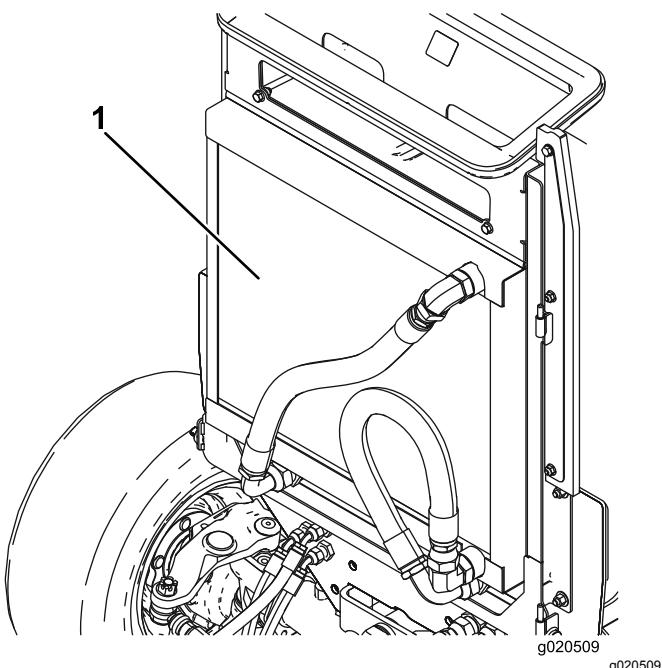

図 76
3. オイルクーラーとラジエターの裏表を 図 76 圧縮空気で丁寧に清掃する。前側から清掃を始め、車体後方に向けてごみを吹き飛ばす。その後、今度は後ろ側から前側に向かって吹きつけて清掃する。何度か繰り返してごみやよごれを完全に除去する。